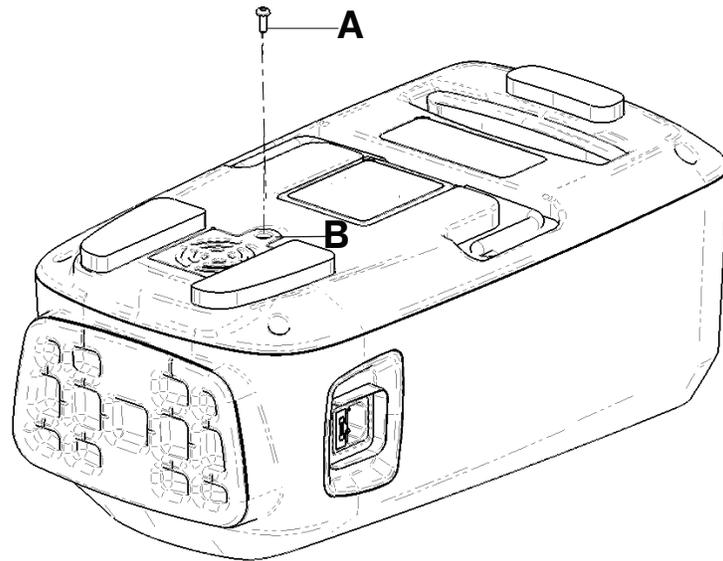

Figure 12 – Capot arrière
4. À l'aide d'une clé Torx T20, retirer la vis (A) qui fixe la porte d'accès au filtre à air (B) au capot arrière (Figure 12). Jeter la vis.